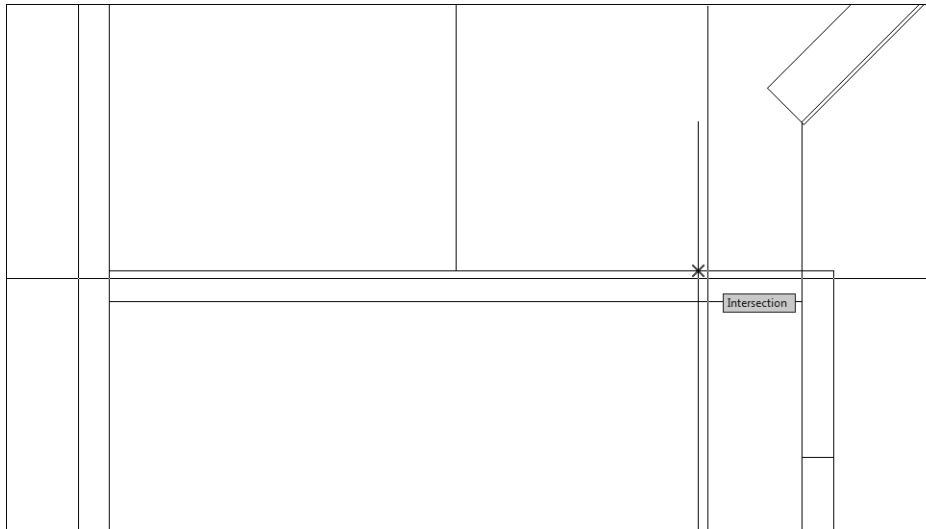

Рис. 5.30. Точка пересечения будет использоваться в качестве базовой для временного отслеживания объектной привязки
5. Переместите указатель мыши в точку пересечения вспомогательной линии с верхней линией контура правой боковой стенки малой тумбы (рис. 5.30) и, как только AutoCAD распознает эту точку, щелкните для ее захвата в качестве базовой.